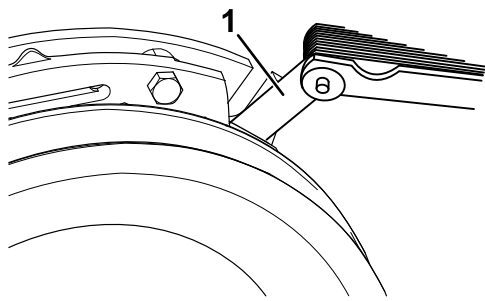
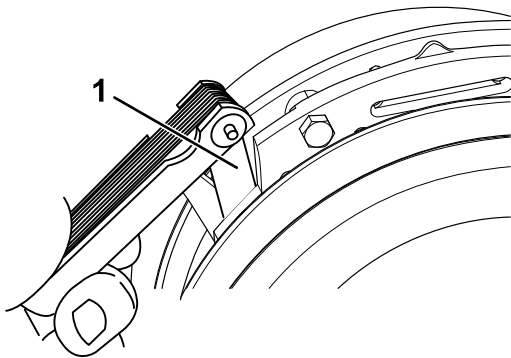

図 62
図 63
- E. 厚さ 0.25 mm のすき間ゲージで、図 62 と図 63 に示すようにブレーキポールの両側でロータとアーマチャ面との間に隙間があることを確認する。